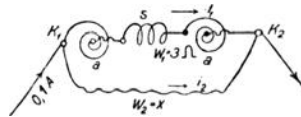

Fig. 21.
93. Es soll ein 1ohmiges Weston-Galvanometer mit der Konstanten $C = \frac{1}{1000}$ gebaut werden. Leider stellt sich heraus, daß der Widerstand der beiden Federn aa (Fig. 21) und der Spule s bereits $3 [2,5] (2,8) \Omega$ beträgt. Man muß daher parallel zu diesem Widerstand einen Widerstand w_2 legen, so daß der Kombinationswiderstand beider 1Ω ist. Gesucht: